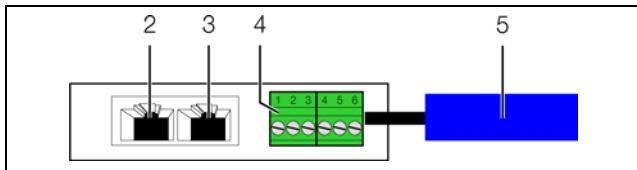

Рис. 8: Задняя сторона датчика воздушного потока
- Подключите три обозначенных цветом кабеля сенсора к универсальному разъему следующим образом (рис. 8, поз. 4):
- Соедините датчик воздушного потока кабелем CAN-Bus с интерфейсом CAN-Bus Процессорного блока СМС III или с соседним компонентом в шине CAN-Bus (рис. 8, поз. 2).
- При необходимости подключите ко второму, свободному интерфейсу CAN-Bus датчика воздушного потока (рис. 8, поз. 3) следующий компонент (например, датчик другого типа).